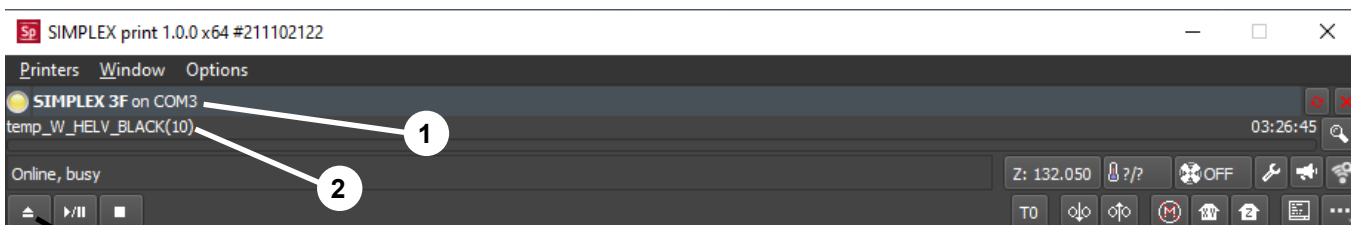

Fig. 67
- ◆ SIMPLEX se visualiza en la línea de estado (1, Fig. 67)
⇒ Seleccione y cargue el código G haciendo clic en el botón de carga (3, Fig. 67).
- ◆ el nombre de archivo correspondiente se visualiza en la línea de estado (2, Fig. 67)